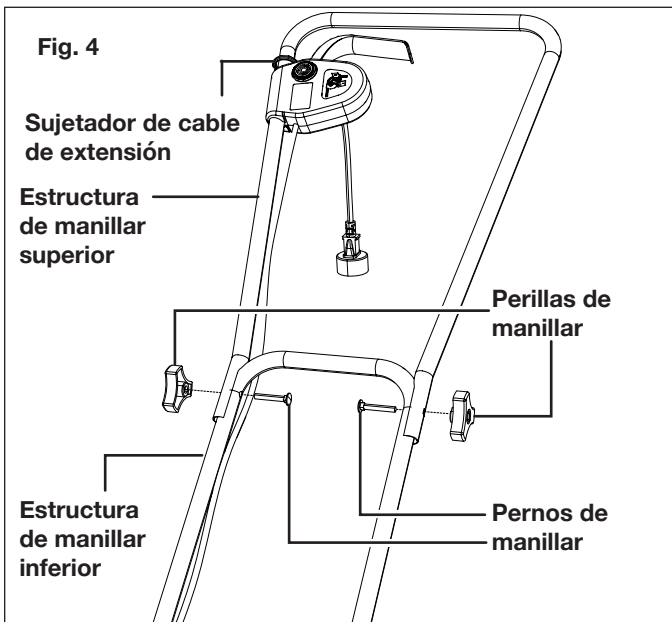

Fig. 4
4. Antes de ensamblar la estructura de manillar superior, deslice el sujetador de cable de extensión en la estructura de manillar superior (Fig. 4).
5. Alinee la estructura de manillar superior con los orificios en el extremo superior del manillar inferior, e inserte los pernos de manillar en los orificios desde dentro (Fig. 4).
6. Asegure la estructura de manillar superior enroscando hasta apretar las perillas de manillar en los pernos de manillar (Fig. 4).